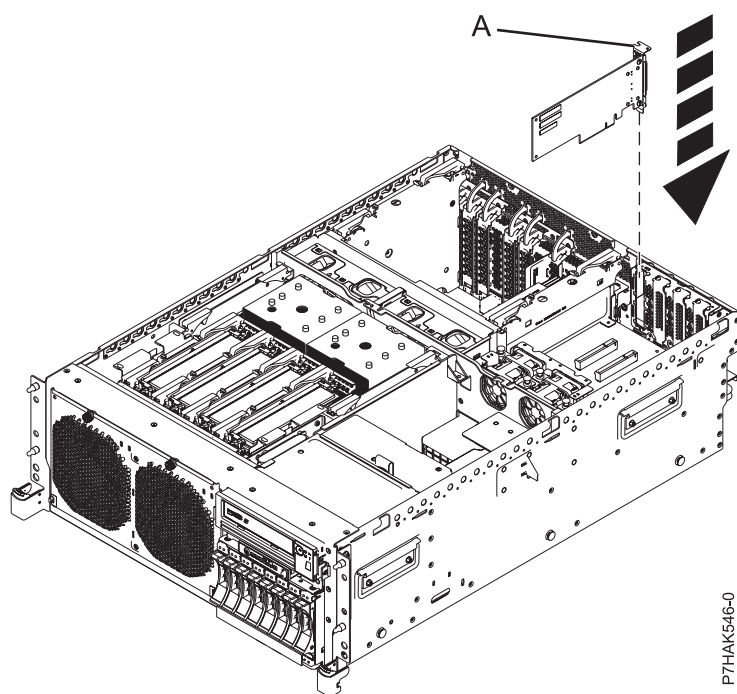
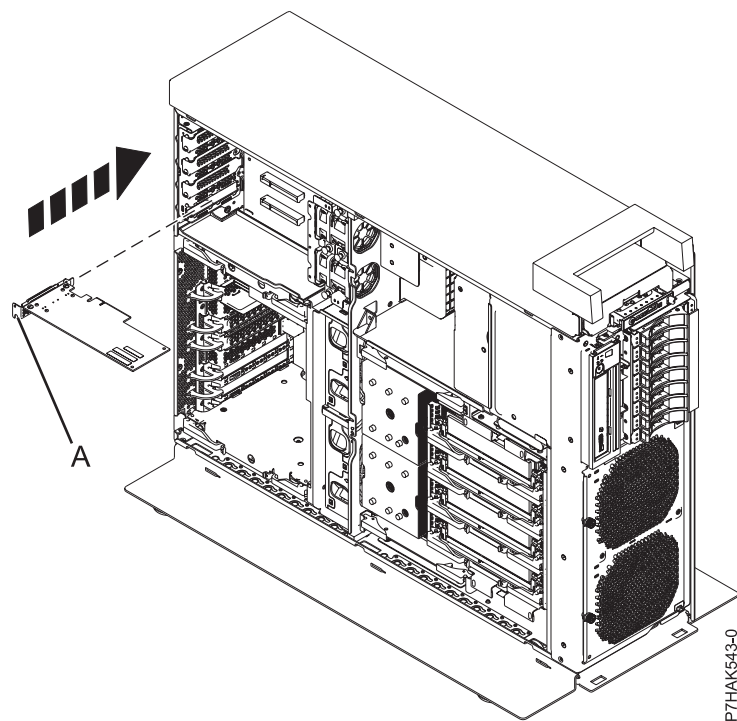

Figura 14. Substitució d'un adaptador PCI en una targeta d'expansió d'un sistema muntat en bastidor
Figura 15. Substitució d'un adaptador PCI en una targeta d'expansió d'un sistema autònom
17. Si el sistema té una targeta d'expansió, podeu fer pressió sobre l'adaptador PCI de baix perfil fins que s'insereixi en la seva ranura. Introduïu-la a la seva posició per la contrapunta (A) i premeu l'adaptador dins la seva ranura, com es mostra a la Figura 14 a la pàgina 19 i Figura 15 a la pàgina 19.